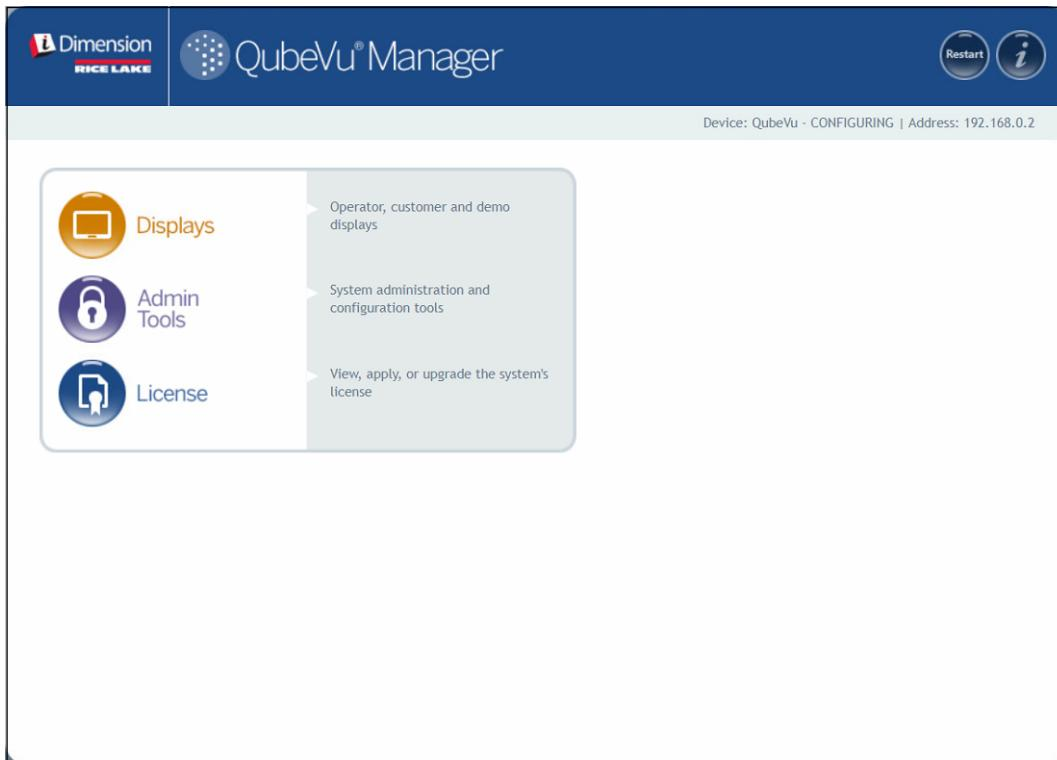

Figura 2-1. Página de inicio de QubeVu Manager
- Seleccione  **Displays** en el menú **QubeVu Manager** (Figura 2-1 en la página 9) para entrar en el menú **Display Pages** (Páginas de visualización)